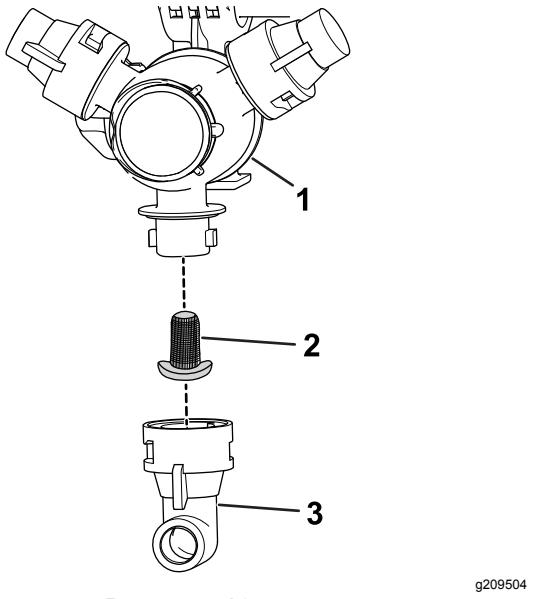

Рисунок 16
- Снимите сопло с поворотной распылительной головки (Рисунок 16).
- Снимите фильтр сопла (Рисунок 16).
- Установите фильтр сопла (Рисунок 16).
- Установите сопло на поворотную распылительную головку (Рисунок 16).